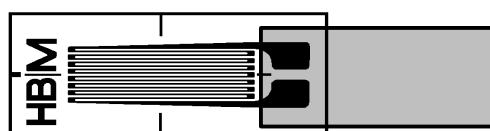

Fig. 5.3 Charnière sur jauge sans patte de raccordement
- ▶ Pour les jauge sans patte de raccordement, réalisez la charnière comme indiqué sur la Fig. 5.3 (sans cosses relais supplémentaires).